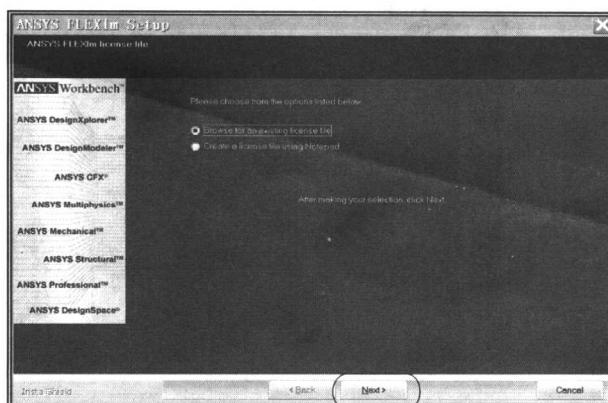

图 1-12 选择浏览存在 ANSYS 许可文件
⑫ 出现 ANSYS 许可文件配置界面如图 1-12 所示，选择 Browse for an existing license file，单击 Next 按钮进行下一步安装。